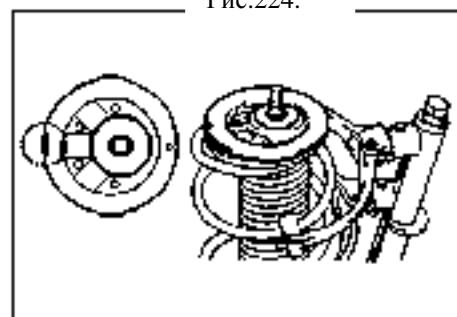

Рис.224.
- (f) Установите тарелку пружины на амортизатор меткой от автомобиля (рис.224).